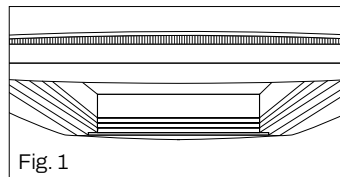
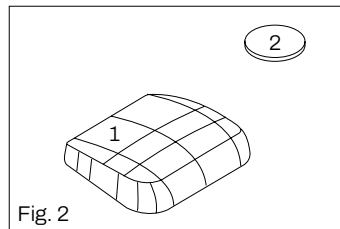

Fig. 1
Fig. 2
- Ne pas recouvrir les lanterneaux à ventilation forcée (Fig. 1) ou les aérateurs champignons de toit (Fig. 2) avec des bâches isolantes hivernales